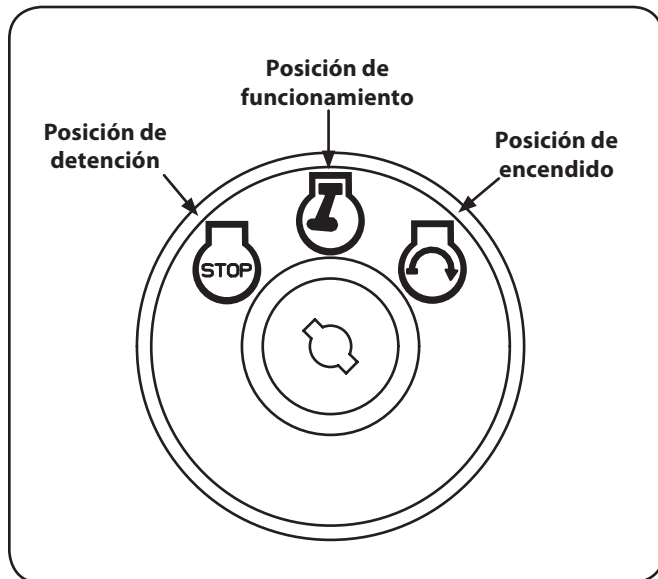

Figura 5-1
5. Gire la llave de encendido en el sentido de las agujas del reloj hasta la posición START (encendido). Una vez que arranque el motor, suelte la llave. Volverá a la posición RUN (funcionamiento). Vea la Figura 5-1.